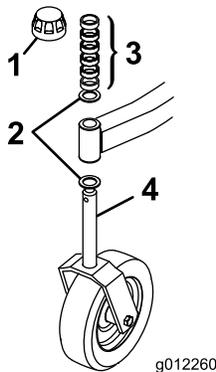
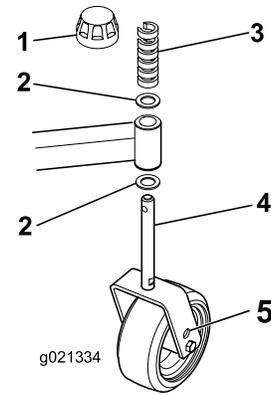

Bild 2
Bild 3
1. Nehmen Sie die Spannkappen von den Spindelwellen ab, und schieben Sie die Distanzstücke und Druckscheiben von der Wellen (Bild 2 Bild 3).
5. Setzen Sie eine weitere Druckscheibe und die restlichen Distanzstücke auf die Spindel auf, und bringen Sie die Spannkappe an, um die Teile zu befestigen (Bild 2 und Bild 3).